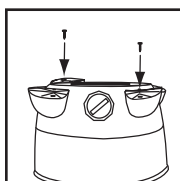

FIGURA 6
5. Asegure con los tornillos suministrados. **FIGURA 6.**